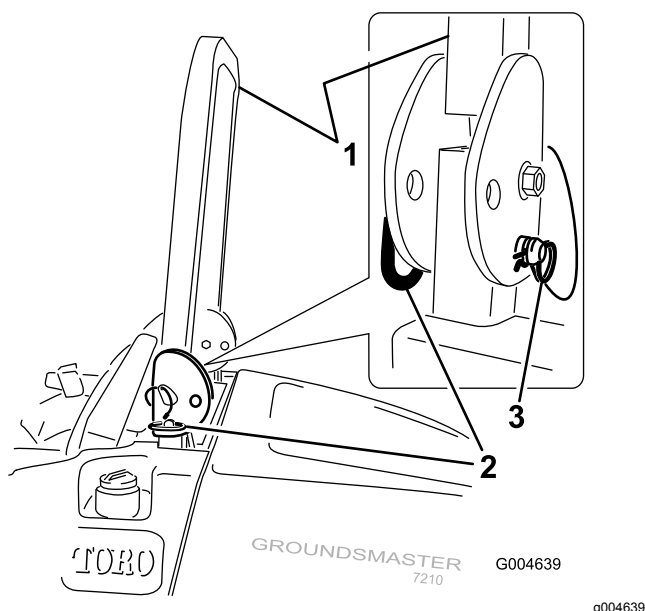

Figure 12
1. Pour abaisser l'arceau de sécurité, retirez les goupilles fendues, poussez l'arceau de sécurité en avant contre les ressorts et retirez les 2 axes (Figure 12).
3. Posez les 2 axes et fixez-les avec les goupilles fendues (Figure 12).
4. Pour relever l'arceau de sécurité, retirez les goupilles fendues puis les 2 axes (Figure 12).
5. Relevez complètement l'arceau de sécurité puis insérez les 2 axes et fixez-les avec les goupilles fendues (Figure 12).